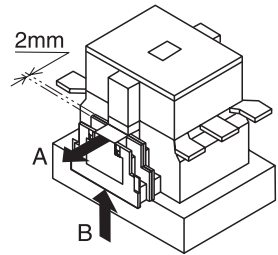
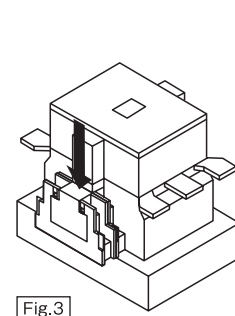

Fig.4 取外し
Fig.3
- 補助接点ユニットを本体の補助接点ユニットと同じ位置まで押し込んでください。(Fig.3)
- (2) 取外し
- 補助接点ユニットを矢印Aの方向に引っ張り2mm程度の隙間をあけた状態で、矢印Bの方向に引き抜いてください。(Fig.4)
- Put the auxiliary contact unit into the end of grooves. (Fig.3)
- (2) Remover
- While making about 2mm space between the auxiliary contact unit and the contactor by pulling the auxiliary contact unit in the direction of the arrow A, remove the auxiliary contact unit in the direction of the arrow B. (Fig.4)
- 请将辅助触头单元推压到与主机的辅助触头单元完全相同的位置上。(Fig.3)
- (2) 拆卸
- 请将辅助触头单元朝箭头A方向拉开2mm左右的间隙后，在此状态下，沿箭头B方向将其抽拔出来。(Fig.4)